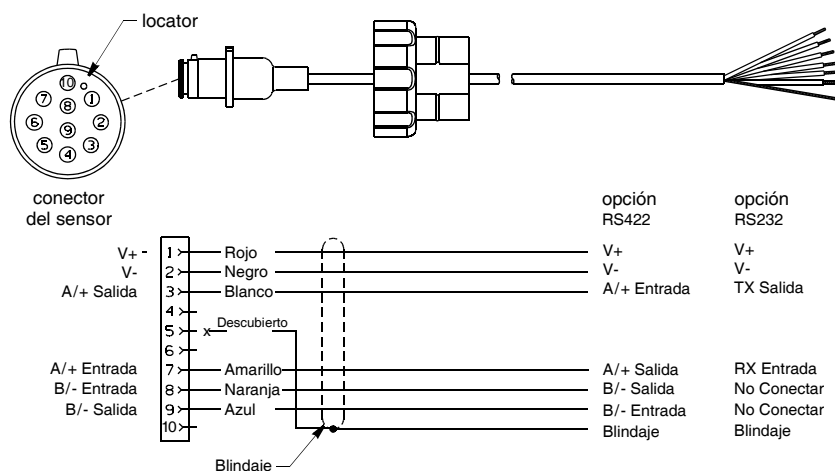

Figura 5. Cable del sensor NMEA 0183
Si el cable del sensor no tiene conector en el extremo correspondiente al visor, debe conectarse directamente. Consulte el manual del visor y conecte los cables coloreados como se indica en el cuadro más abajo y en la figura 5.
**PRECAUCIÓN:** Su sensor tiene ya sea un RS422 o RS232. Usted debe seguir el diagrama de cableado en la figura 5 que coincide con su sensor. Si está conectado para la interfaz equivocada, no será transmitir y recibir datos correctamente.
5. Verifique que la fuente de alimentación esté desconectada y conecte los hilos al visor (figura 5).